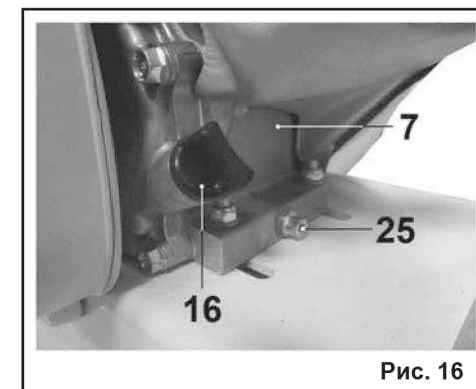

Рис. 16
9.3. Замена масла в двигателе (Рис.16).